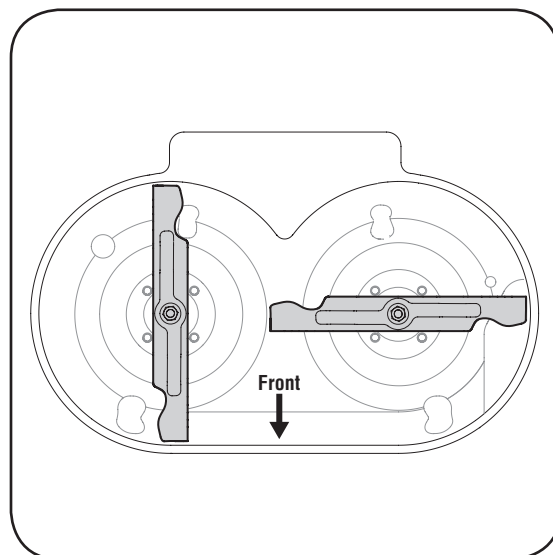

Figura 5-19
8. Antes de instalar una correa de sincronización de repuesto, se debe asegurar de ubicar las marcas de cada montaje de husillo de tal manera que las cuchillas queden perpendiculares entre sí, Figura 5-19.